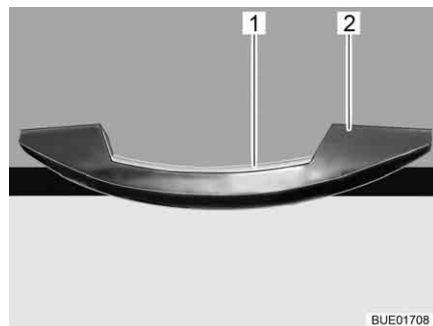

Fig. 60 Tirador con listón de desbloqueo (ejemplo)
- Pulsar y mantener pulsado el listón de desbloqueo (Fig. 60,1).
- Tirar del tirador (Fig. 60,2) hasta que la trampa de mueble esté abierta.